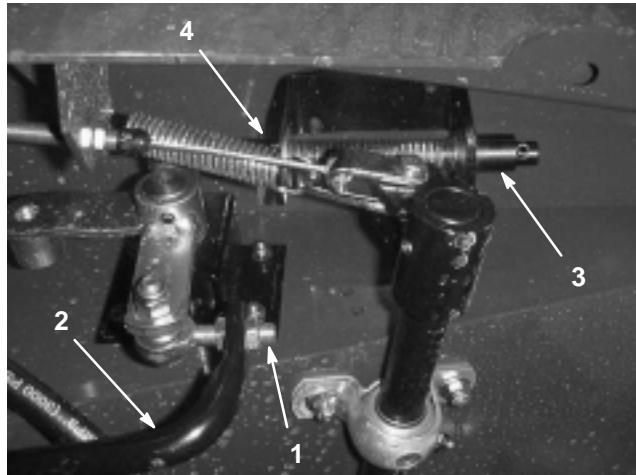

Bild 69
3. Lockern Sie die Klemmmuttern am Stangenende und stellen die Länge der Fahrantreibsstange (Bild 69) so ein, dass das Pedal den Anschlag kurz vor dem Zeitpunkt erreicht, zu dem der Pumpenhebel seinen vollen Ausschlag erreicht. Ziehen Sie dann die Klemmmuttern fest.